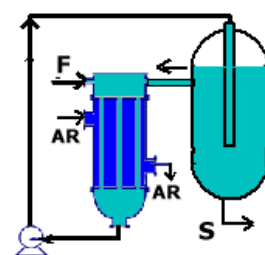

Fig.5
■ **cristallizzatore a serbatoio a circolazione forzata**- fig.5: